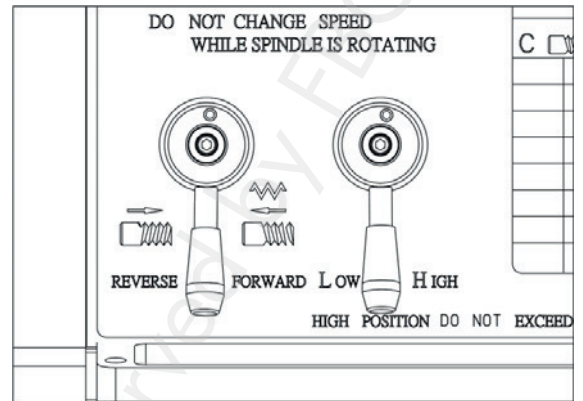

Fig. 17 Levier de vitesse & Levier d'avance avant/arrière
7. Mettez le levier de vitesse en position neutre, comme illustré sur la figure 17.
8. Mettez le levier de réglage de direction d'avance avant/arrière en position neutre, comme illustré sur la figure 17.